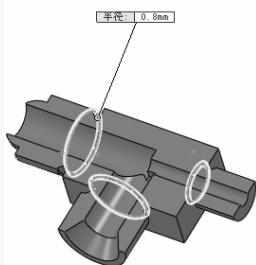

图 7-68 创建圆角特征
3) 创建圆角特征。单击“特征”控制面板中的（圆角）按钮，或选择菜单栏中的“插入”→“特征”→“圆角”命令，弹出“圆角”属性管理器。在（半径）文本框中输入“0.8”，其他选项设置如图 7-68 所示，在图形区选择要生成 0.8 圆角的 3 条边线，单击（确定）按钮，生成圆角特征。